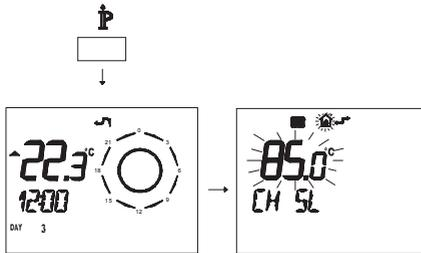

Figura 5.35
- Pulse durante más de 3 segundos el botón \mathbb{P} para entrar en la modalidad *INFO* (Figura 5.35).